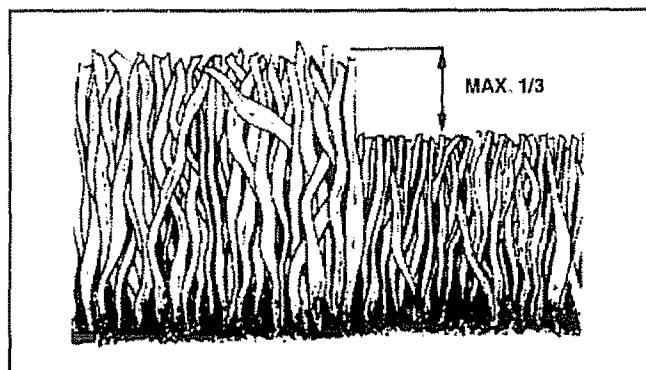

FIG. 13
- Para obtener los mejores resultados, ajuste la altura del corte de la segadora de modo que ésta corte solamente el tercio superior de las hojas de césped (Vea la Fig 13). En el caso de que el césped haya crecido demasiado, puede ser necesario el elevar la altura del corte para reducir el esfuerzo necesario para empujar la segadora y para evitar sobrecargar el motor, dejando montones de recortes de césped. Para un acolchamiento muy pesado, reduzca el ancho del corte pasando por encima del lugar anteriormente cortado y siegue lentamente.